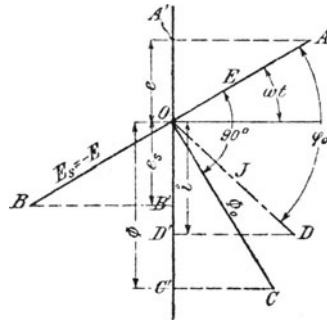

Fig. 130.
Stellt man  $e$  und  $\Phi$  als die Projektionen von Vektorgrößen dar, so ergibt sich das in Fig. 130 dargestellte Diagramm, aus dem das Gesetz (29) folgt:
Dreht man in Fig. 130 den Vektor  $\Phi_0$  vertikal nach unten, so ist in diesem Augenblick  $\Phi = \Phi_0$ , während der Strom, der diese Kraftlinienzahl erzeugt, den Wert  $OF = J \cos(90 - \varphi_0) = J \sin \varphi_0$  besitzt (Fig. 131).